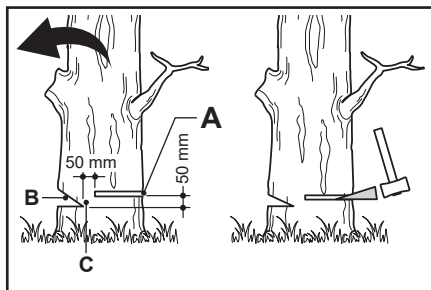

Fig. 30
Fă creștătura (Fig. 30, B) pe o treime din diametrul arborelui, perpendicular pe direcția de cădere (Fig. 30). Fă prima dată tăietura orizontală inferioară a creștăturii. Astfel, vei evita prinderea lanțului de fierăstrău sau a lamei de ghidare când faci a doua tăietură.
1. Fă tăietura de doborâre (Fig. 30, A) cu cel puțin 50 mm mai sus decât tăietura orizontală a creștăturii (Fig. 30). Păstrează tăietura de doborâre paralelă cu tăietura orizontală a creștăturii. Fă tăietura de doborâre astfel încât să rămână suficient lemn ca să acționeze ca o balama. Lemnul cu rol de balama (Fig. 30, C) împiedică răsucirea și căderea arborelui într-o direcție nedorită. Nu tăia balama.